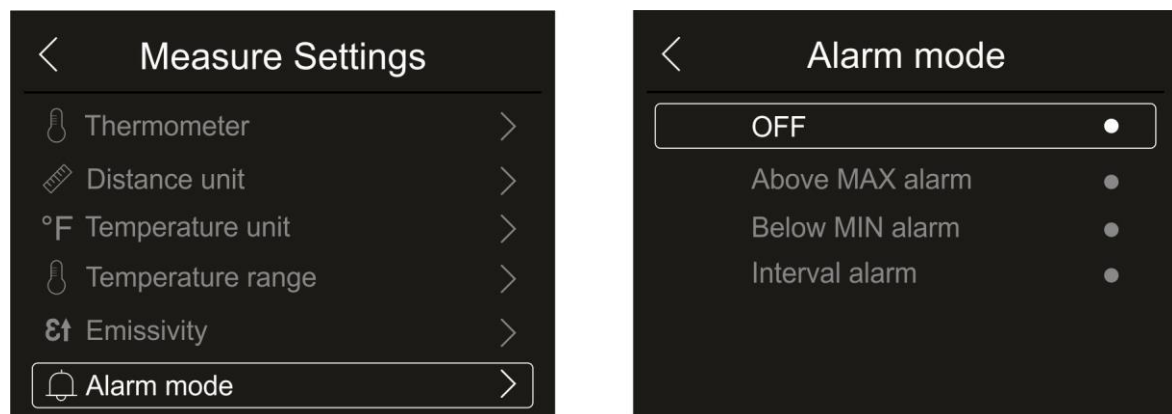

Fig. 26: Menú activación umbrales de alarma sobre la medida
1. Toque el texto “Alarm mode” para realizar la activación de los umbrales de alarma acústico sobre la medida de temperatura asociada a los objetos insertados en la imagen (cursor, puntos, líneas y áreas) asociada a la función “Alarmas” presente en el menú principal (ver el §). Se muestra la Fig. 26 – parte derecha: